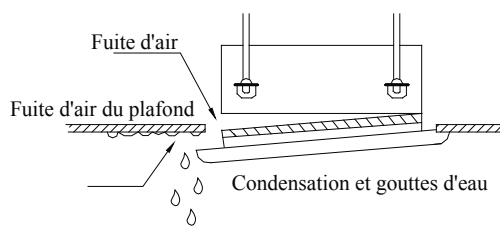

Figure 69 – Vissage non adéquat
- Un vissage non adéquat peut causer des problèmes comme le montre la figure 69.